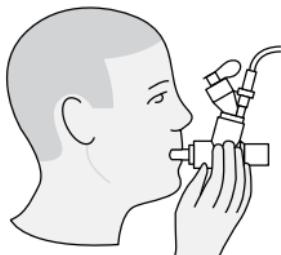

Afbeelding 9. Op een masker aansluiten
Opmerking: raadpleeg afbeelding 9, 10 en 11 voor gebruik met andere accessoires.
2. Draai het elleboogstuk met ontluchting om het aan de positie van de patiënt aan te passen (afbeelding 9).
Waarschuwing: voor een goede verneveling moet de vernevelaar in verticale stand worden gehouden (afbeelding 9 en 10).